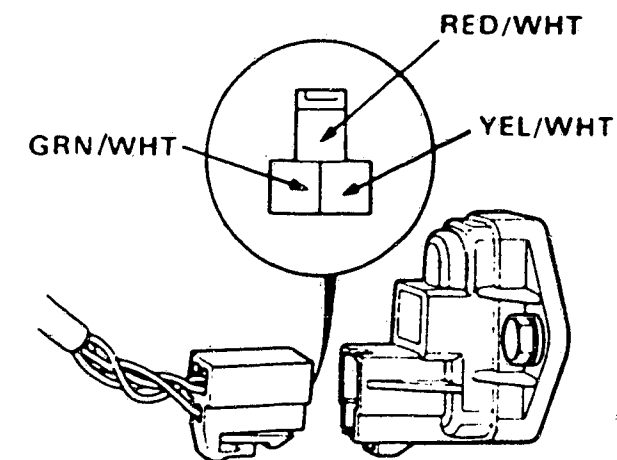

Bild 29 Spannungsprüfungen am abgezogenen Stecker des PA-Sensors.
– Bei vom PA-Sensor abgezogenem Stecker ist die Spannung zwischen YEL/WHT(+) und GRN/WHT(–) zu messen. Ebenso zwischen RED/WHT(+) und GRN/WHT(–) (Bild 29.). Beträgt sie in beiden Fällen 5V, ist der PA-Sensor zu ersetzen. Ergibt die erste Messung (YEL → GRN) ein negatives Resultat, ist auch die Spannung zwischen YEL/WHT(+) und Fahrzeugmasse zu prüfen. Beträgt sie ca. 5V, ist eine Unterbrechung zwischen ECU (C12) und Sensor vorhanden. Ergibt die Messung kein Resultat, liegt die Unterbrechung zwischen ECU (C13) und dem Sensor. Auch die Verbindung C9 → PA-Sensor ist zu prüfen.